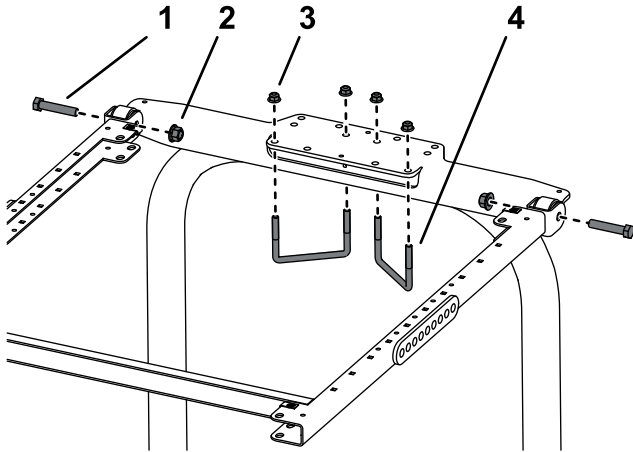

Рисунок 9
6. Установите монтажный кронштейн ROPS на верхнюю часть защитной дуги опрыскивателя травяного покрова (Рисунок 9).
7. Установите раму в сборе на монтажный кронштейн ROPS (Рисунок 9)